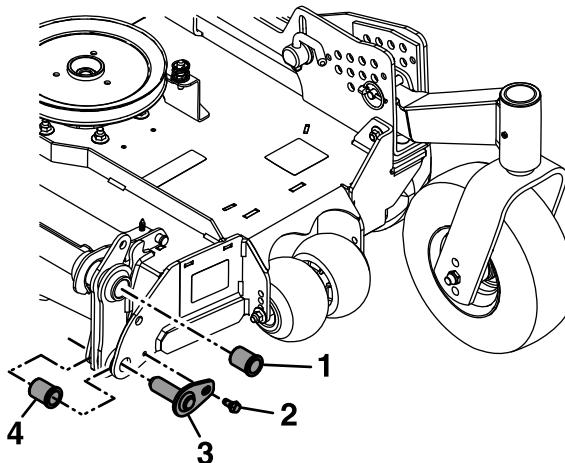

Figura 86
- Retire los bujes con brida de los puntos de giro superiores y límpie el orificio (Figura 86).
18. Retire y guarde los pernos de los puntos de giro inferiores (Figura 83 y Figura 86).